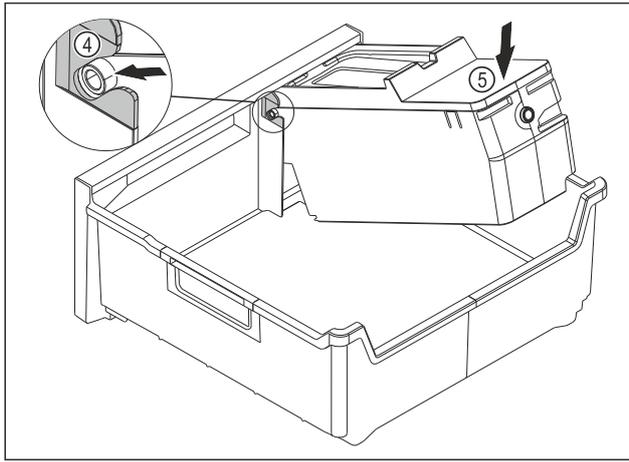

Fig. 216
- ▶ EasyTwist-Ice-Korpus montieren: Achsen des EasyTwist-Ice-Korpus in die Führungen Fig. 216 (4) einschieben.
- ▶ EasyTwist-Ice-Korpus Fig. 216 (5) hinten nach unten drücken.